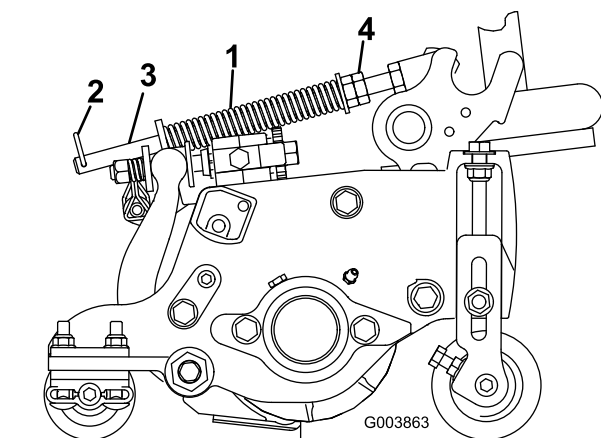

Figura 14
A mola de compensação de relva (Figura 14) transfere o peso do rolo da frente para trás, ajudando a reduzir o efeito ondulado na relva, também conhecido como ondulação ou “bobbing”.
1. Certifique-se de que o contrapino do gancho está instalado no orifício traseiro na haste da mola (Figura 14).
2. Aperte as porcas sextavadas na extremidade dianteira da haste da mola até que o comprimento da mola em compressão seja de 15,9 cm, como se mostra na Figura 14.